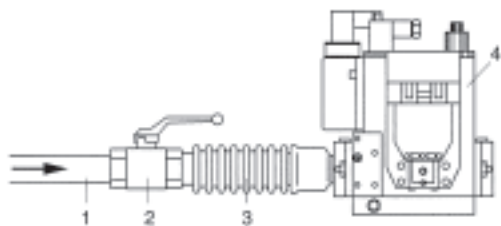

Fig. 3
Il collegamento alla tubazione di alimentazione del gas deve avere dimensioni opportune e corrispondenti al tipo di impianto da realizzarsi e deve essere eseguito disponendo la "rampa gas" come indicato in Fig. 3: il tubo gas (1), il rubinetto di intercettazione (2) ed il giunto antivibrante (3) non sono forniti con il generatore e devono essere predisposti a cura dell'installatore collegandoli al gruppo valvole gas (4) fornito con il generatore d'aria calda.
- Collegare un manometro alla presa di pressione a monte (4) del gruppo valvole (Fig. 3);
- Solo per le categorie I_{2H}, I_{2ELL} e I_{2L}, eseguire la lettura sul II° manometro della pressione di lavoro ed eventualmente agire con un cacciavite sul regolatore di pressione (1) per ristabilire la pressione di lavoro al valore indicato in Tab. I.